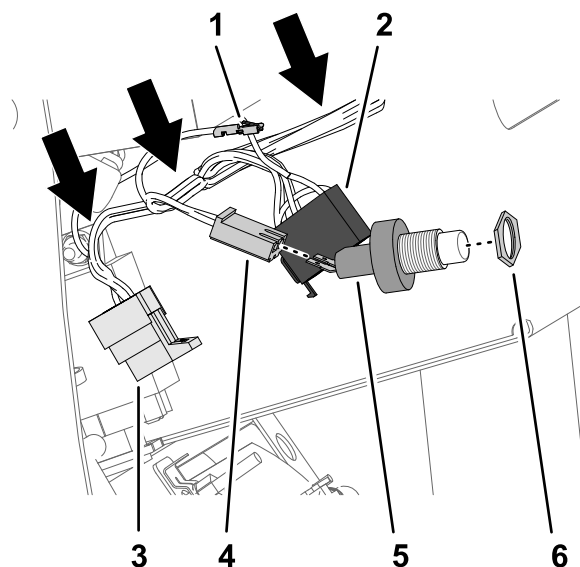

Figura 25
3. Avvitare il controdado (5/8") sui filetti dell'interruttore dell'avvisatore acustico (Figura 25).
4. Collegare i 2 connettori a forcella dell'interruttore dell'avvisatore acustico al connettore a 2 prese della diramazione di 108 cm del cablaggio preassemblato del kit (Figura 25).
2. Accedete ai 3 connettori all'estremità della diramazione di 108 cm del cablaggio preassemblato del kit (Figura 25).